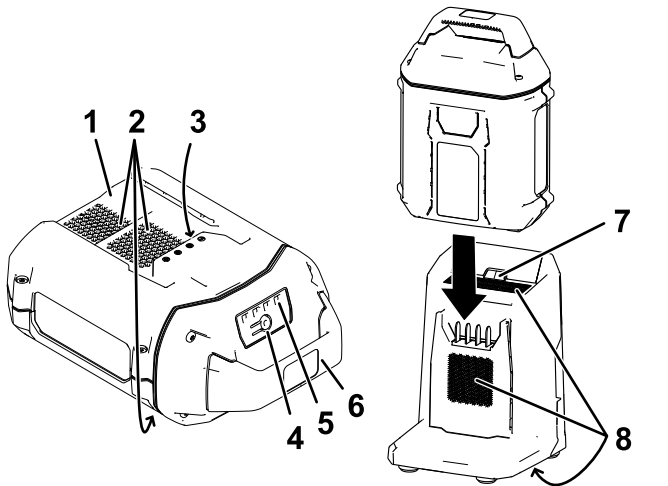

Figura 12
- 2. Alinee el hueco de la batería (Figura 12) con la lengüeta del cargador.
- 3. Introduzca la batería en el cargador hasta que esté completamente asentada (Figura 12).